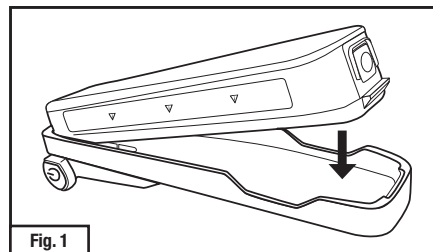

Fig. 1
1. Inserte la batería en el adaptador de batería TR-659 al deslizar el lado articulado de la batería en el lado correspondiente del adaptador (lado con el botón de encendido) (Fig. 1).